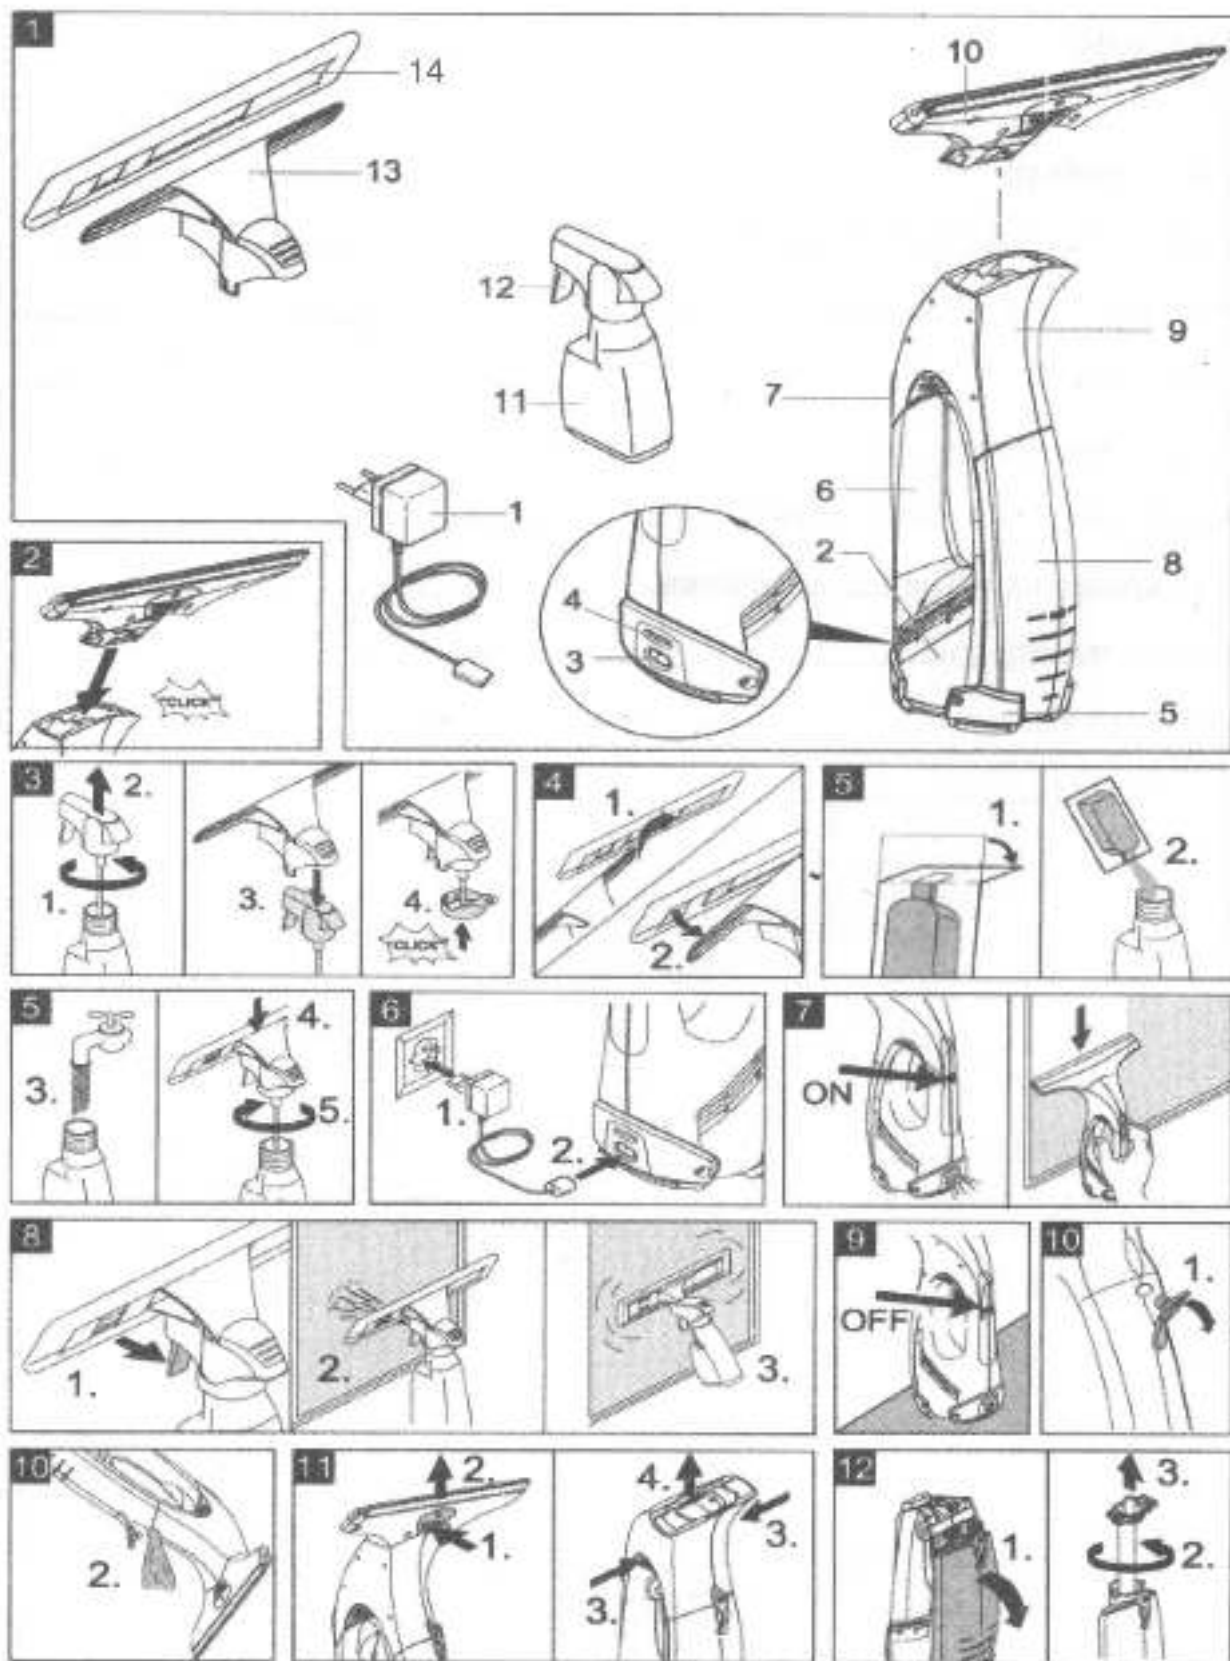

Рис. 1
- Установите насадку со щетками на всасывающую головку до фиксации. (рис.1).